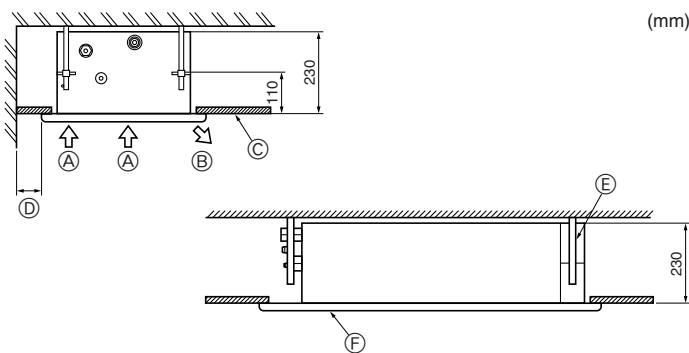

Fig. 2-2
2.2. Ruimte voor onderhoud (Fig. 2-2)